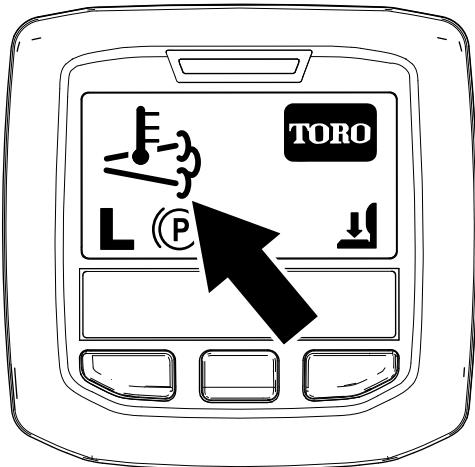

Figura 36
- El ícono de temperatura alta de los gases de escape  aparece en el InfoCenter (Figura 36).